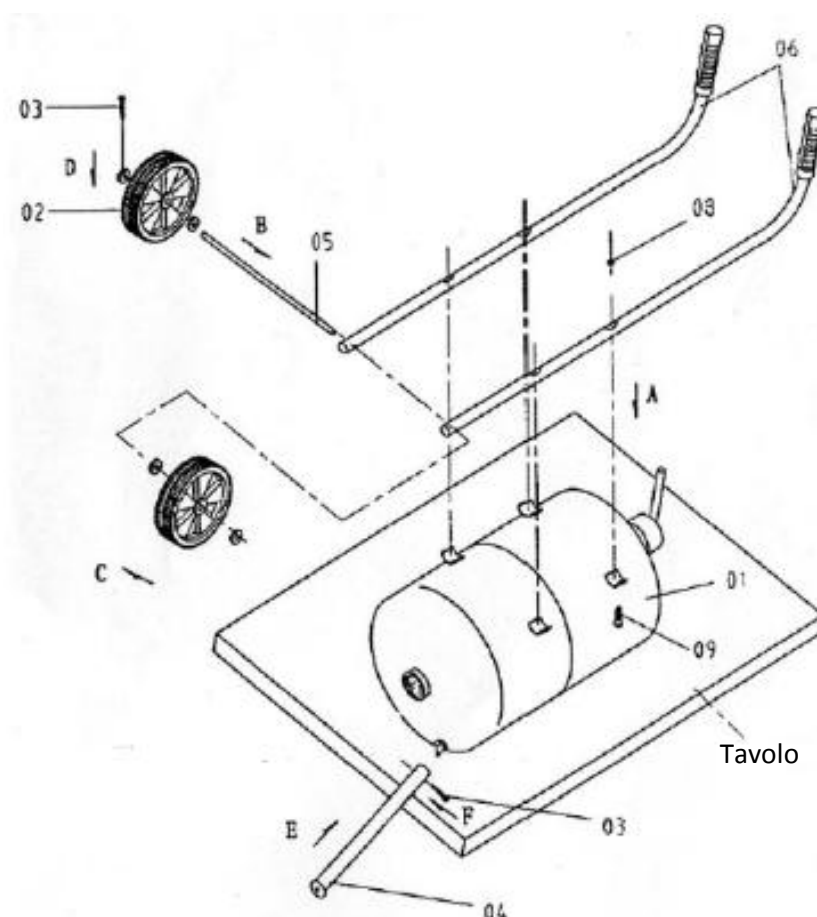

Figura 7
7. Installare le due maniglie (6) sul serbatoio utilizzando quattro viti (9) e quattro dadi esagonali (8). Si noti che le estremità delle maniglie sono piegate verso l'alto (Figura 7).
8. Inserire l'asse (5) nei fori presenti sui lati delle maniglie sulla loro superficie inferiore. Posizionare le ruote (2), una su ciascuna estremità dell'asse. Installare le ruote insieme alle rondelle metalliche (31), posizionandone ciascuna su un lato della ruota. Fissare le ruote con un perno (3).
9. Posizionare il piede (4) nel foro corrispondente situato sul fondo del serbatoio vicino al bordo. Utilizzare l'ultimo perno (3) per fissare la gamba al serbatoio.